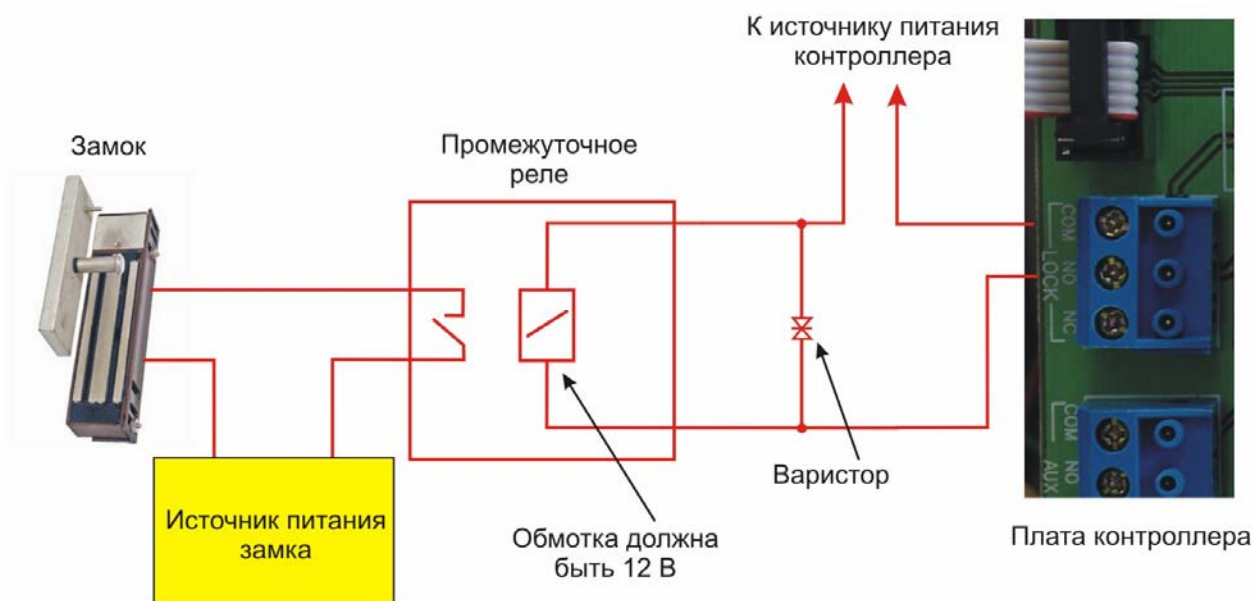

Рисунок 13. Схема подключения замка с большим током потребления.
- Установить дополнительное промежуточное реле (см. рисунок 13, приведенный ниже).